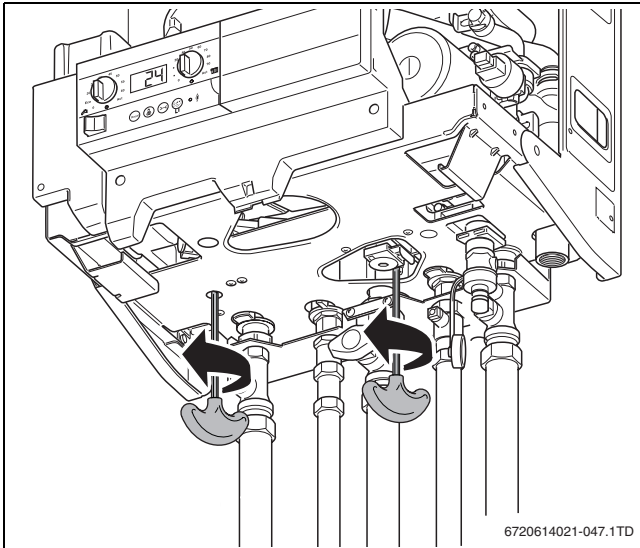

Bild 67 Schrauben des Plattenwärmetauschers entfernen
- ▶ Beide Schrauben des Plattenwärmetauschers entfernen (→ Bild 67).